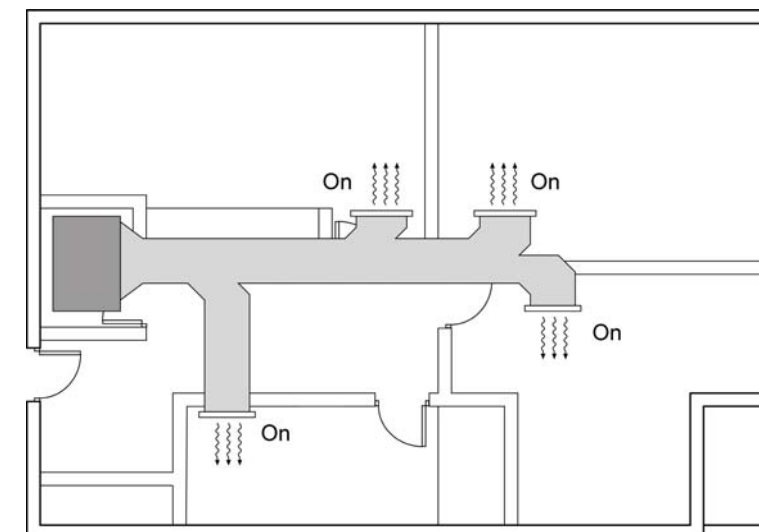

Fig. 6
- 2) Con todas las Zonas en Demanda (abiertas), mida la velocidad de impulsión del aire en todas las salidas y compruebe que está entre 2'0 m/s y 4'2 m/s (Ver Fig. 6). En caso de no cumplir por estar alguna salida por debajo de estos márgenes, aumente la presión disponible de la máquina a la siguiente disponible y vuelva a realizar las comprobaciones.
- 2) With every zone under demand (open), measure the outlet air speed checking that is within range from 2'0 m/s and 4'2 m/s (See Fig. 6). In case of not having this air flows in a zone, configure a higher external static pressure in the AC Unit and check outlets air speed again.
- 2) Mettre toutes les zones en demande (ouvertes), mesurer la vitesse de soufflage de l'air au niveau de toutes les bouches et vérifier qu'elle soit comprise entre 2,0 et 4,2 m/s (Voir Fig. 6). Si certaines vitesses sont inférieures à ces valeurs, augmenter la pression disponible de l'unité gainable à la valeur directement supérieure et vérifier de nouveau les vitesses de soufflage.
- 2) Con tutte le zone in regime di domanda (aperte), misurare la velocità dell'aria in uscita da tutti i terminali e verificare che sia compresa o il più vicino possibile compresa tra i 2,0 e i 4,2 m/s (Vedere Fig. 6). Nel caso in cui non si verificano le condizioni sopra in alcuni terminali (velocità troppo basse), aumentare la pressione statica del ventilatore e realizzare nuovamente la procedura.